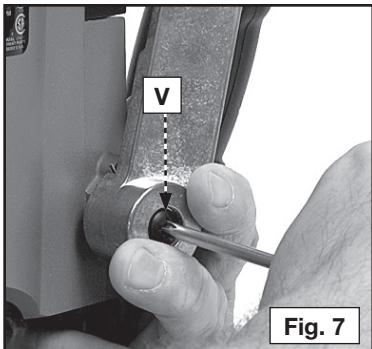

Fig. 7
1. Mientras detiene la palanca en la posición elevada (vea la Fig. 7), quite el tornillo de retención (V) Fig. 7, con un destornillador (desarmador) de Phillips (de cruz). Continúe deteniendo la palanca mientras sigue los pasos siguientes.
1. Apriete el gatillo interruptor (A) Fig. 7, para poner el ráuter en marcha. Suéltelo para pararlo.
2. Para fijar el interruptor en la posición prendida, apriete el gatillo (A) Fig. 7 completamente, empuje el botón fijador (B), y entonces, suelte el gatillo.
1. Suelte el gatillo (A) Fig. 7.
1. Suelte el gatillo (A) Fig. 7, hasta la posición apagada.